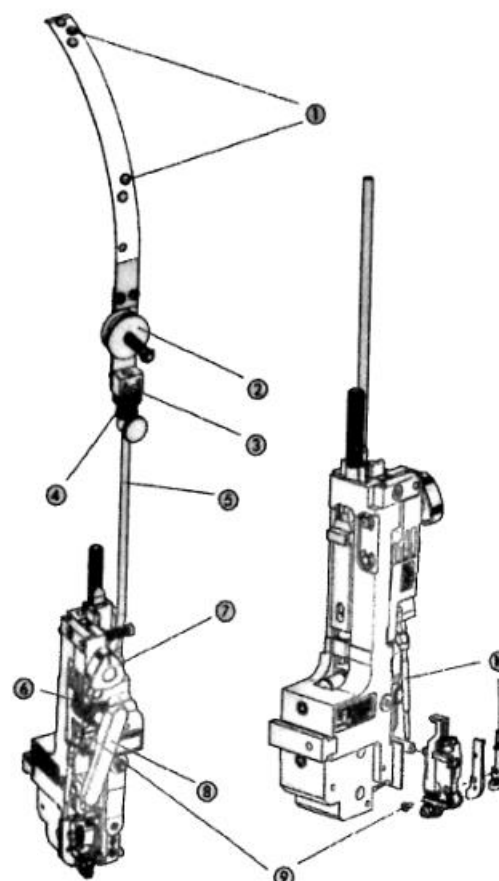

Рис. 6
- Подача проволоки (Рис. 6)
- Выключите привод проволоки (поворотная треугольная рукоятка (7)), чтобы отделить подающее колесо.
- Через верхнюю часть в вязальной проволоки, в следующем порядке: через заклепку пластины подачи проволоки 1 - через два войлочных диска 2 - через контрольный замок (3) - через направляющую трубу (5) и два подающих ролика (6).
- Начните подачу проволоки (поверните треугольную ручку (7) влево).
- Установите ручку (8)
- Убрать проволоку (Рис. 6)
- Отключите проволочный привод (поверните треугольную ручку ⑦), чтобы отделить колесо подачи.
- Удерживая контрольное кольцо проволоки ④, откройте контрольный замок и вытащите проволоку
- Снимите направляющую трубу, когда проволока заблокирована (Рис. 6)